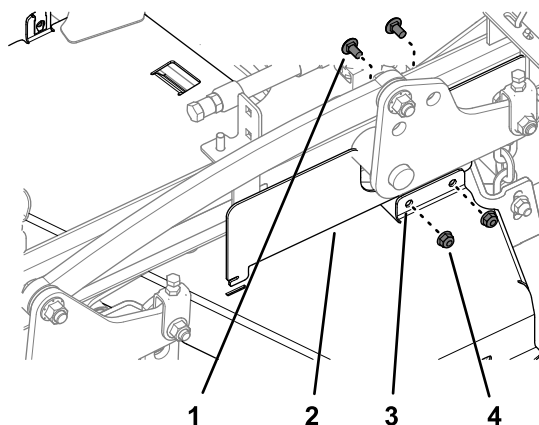

Figuur 35
2. Verwijder de bout waarmee de flenzen van de drijfriemkap bevestigd zijn zoals getoond in Figuur 35.